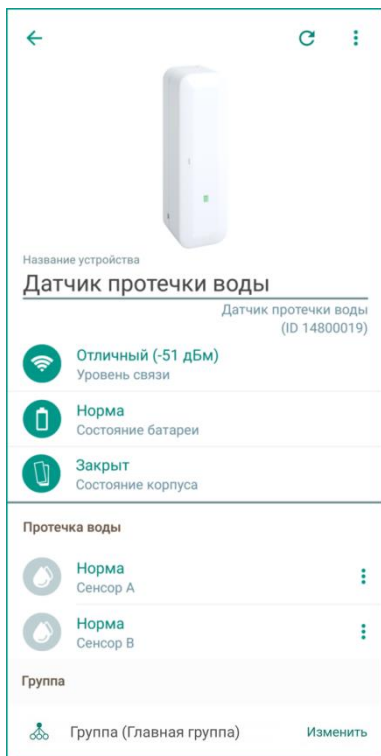

Рисунок 12.1 – Экран настройки датчика
1. В приложении на экране настройки датчика (в строке *Уровень связи*, см. рисунок 12.1).
Текущие параметры работы отображаются на экране настройки датчика (см. рисунок 12.1):
- Откройте экран настройки датчика в приложении (см. рисунок 12.1).
- 1) Откройте экран настройки датчика в приложении (см. рисунок 12.1).